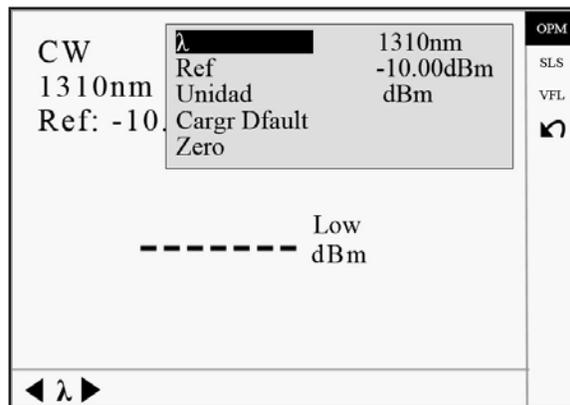

Figura 4-10. Configuración de medición OPM
2. Utilice ◀ y ▶ para alternar entre las longitudes de onda calibradas. Presione **Enter** (Ingresar) para ingresar a la interfaz de configuración de medición de OPM (figura 4-10).